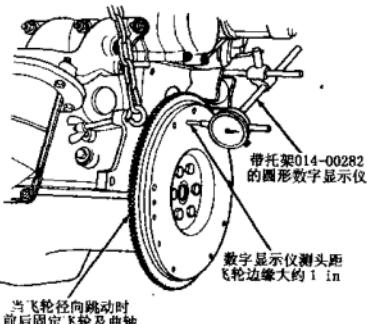

图 1-10 测飞轮径向跳动图
(1) 拆下火花塞。
(2) 将数字显示仪装上并使测试头正好靠在飞轮端面上，如图 1-10 所示。